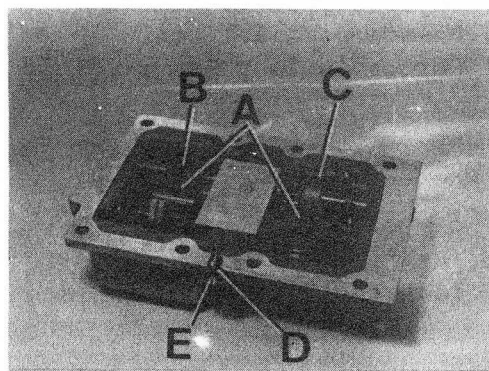

Fig. C1-72 Desmontaje ejes selectores
- 1.8. Desmontar los pasadores elásticos, A (Fig. C1-72) que fijan la caja, B, del eje selector de marcha atrás y la horquilla, C, selectora. Extraer el émbolo, D, de enclavamiento, a través del orificio, E, que la tapa dispone a tal efecto.
- 1.9. Aflojar al máximo el tornillo que regula la bisagra tope de marcha atrás, F, - (Fig. C1-72) desplazándolo hacia la parte posterior y extrayendo las horquillas.
- 3.1. Montar el eje selector de marcha atrás, F (Fig. C1-72) posicionando al mismo tiempo sus dos horquillas, B y C, teniendo en cuenta que el tornillo de regulación - del tope de la caja, B, deberá estar aflojado, para poder enganchar el muelle de recuperación en el eje.